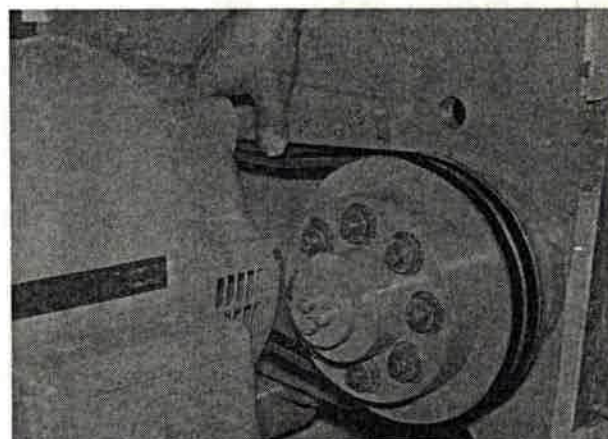
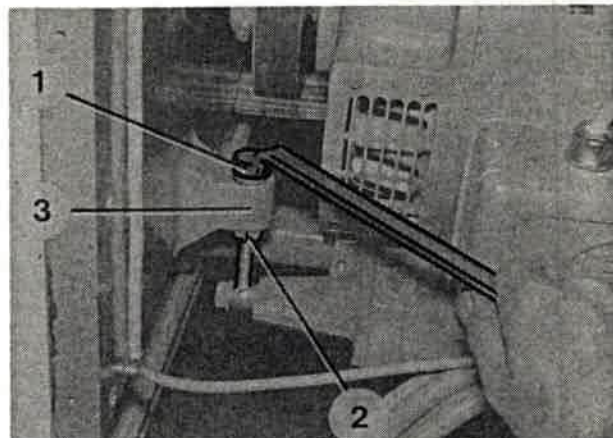

Bild 121
Bild 122
2. Keilriemen einzeln in der Mitte des freiliegenden Stückes durchdrücken (Bild 121). Sie müssen sich 5...10 mm durchdrücken lassen, andernfalls Keilriemen nachspannen.
3. Zum Nachspannen Motor durch Drehen der Sechskantmutter (Bild 122/1) so lange absenken, bis sich die Keilriemen 5...10 mm durchdrücken lassen (Bild 121).
4. Sechskantmutter (Bild 122/2) gegen den Halter (Bild 122/3) kontern.